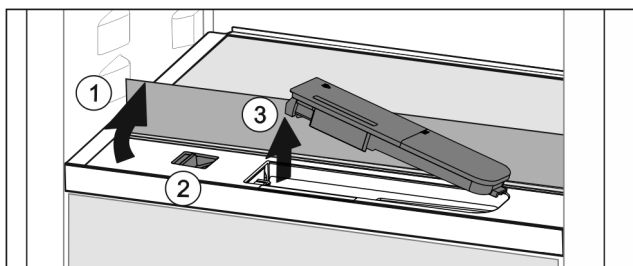

Fig. 45
- Soulever la tablette et la rabattre vers l'arrière jusqu'à la butée Fig. 45 (1).
- Pousser le curseur Fig. 45 (2) vers la gauche.
- Sortir le filtre à eau Fig. 45 (3).